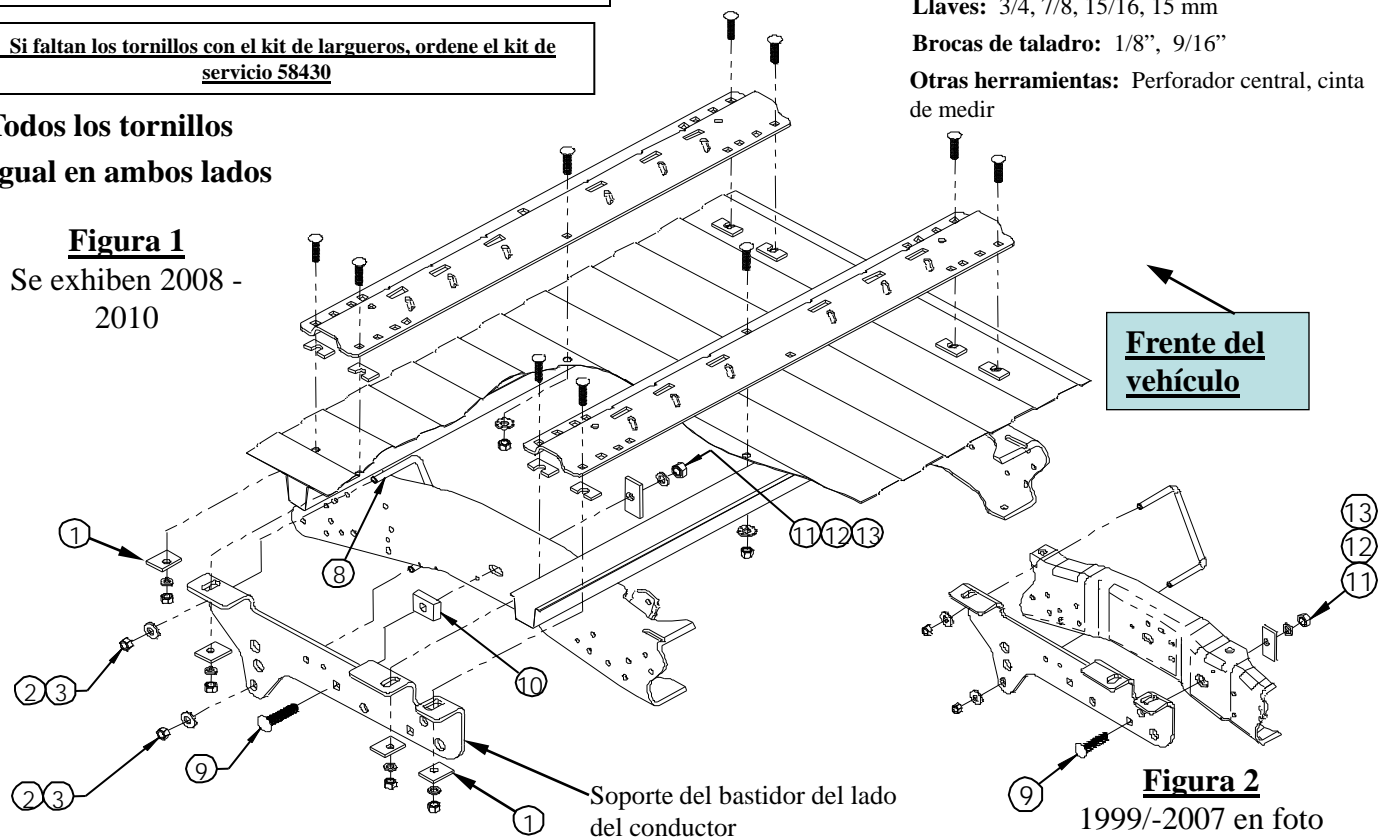

Figura 1
- b. Coloque los soportes del bastidor de manera que las dos lengüetas posteriores de unión en el soporte queden en cualquiera de los lados del apoyo posterior de la base, como se muestra en la Figura 1.
- c. Instale el soporte al bastidor del vehículo con los pernos de 1/2", los pernos en U (12), las tuercas (1) y las arandelas cónicas (4) como se muestra en la Figura 1. Apriete las tuercas a mano, únicamente.
10. Instale los pernos de carruaje de 1/2" x 2" de largo con los espaciadores en forma de U en el corrugado entre la caja y los largueros. **Nota:** El espaciador en forma de U tendrá que instalarse antes de insertar los pernos de carruaje de 1/2" a través del larguero de montaje y el piso de la caja. Esto asegura un contacto de metal a metal. No se necesita un espaciador en U para la instalación en el centro del larguero. Instale los pernos de carruaje(6) en los extremos de los largueros con espaciadores (3), arandelas de bloqueo (2) y tuercas (1) según la Figura 1 y apriete hasta ajustar para impedir que el larguero de montaje se mueva. Instale el perno de carruaje (6) en el centro con una arandela (4) cónica y tuerca (1).